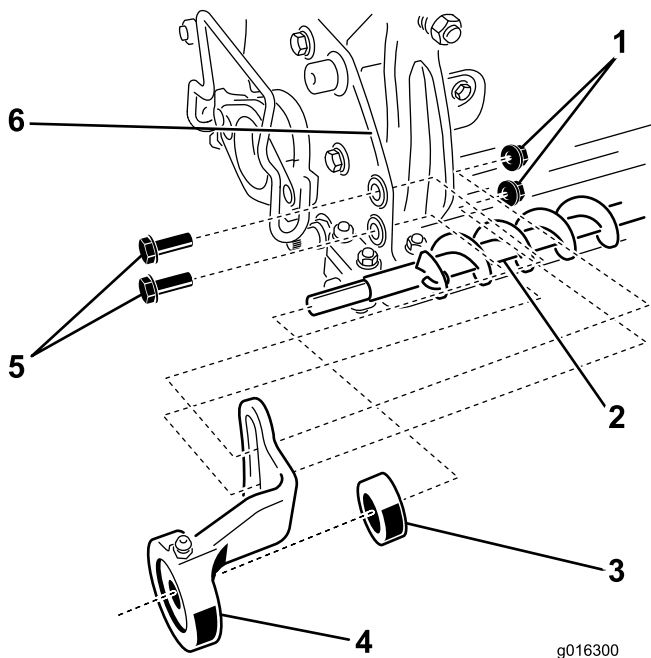

図 17
- B. ブラシシャフトの自由端側で、もう一つのロッキングカラーを肩部まで入れ、その後ろから左ブラシサポートをセットする 図 17 を参照。
C. 左ブラシサポートをカuttingユニットのサイドプレートの内側に固定するスレッドロックボルト5/16 x 1 インチ2本とフランジナット5/16 インチ2個で図 17 のように取り付ける。